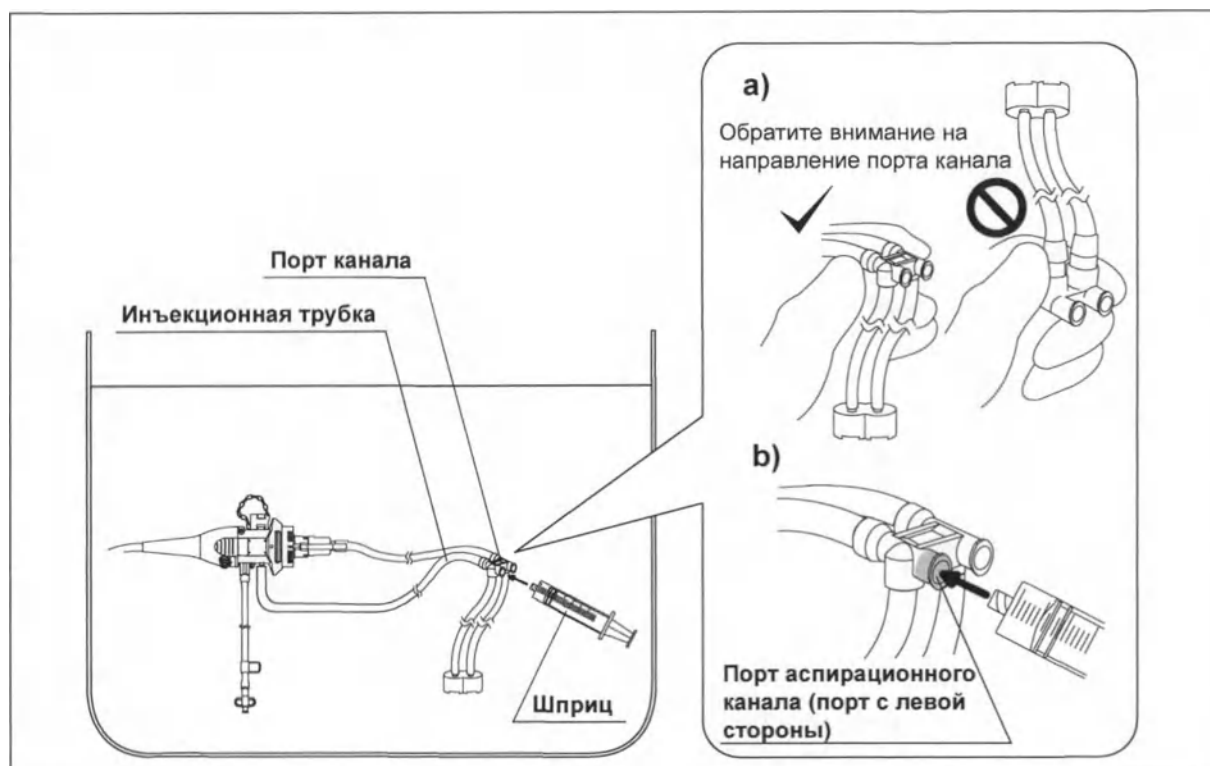

Рис. 5.55
- 12** Присоедините шприц к порту аспирационного канала инъекционной трубки. (см. рис. 5.55)